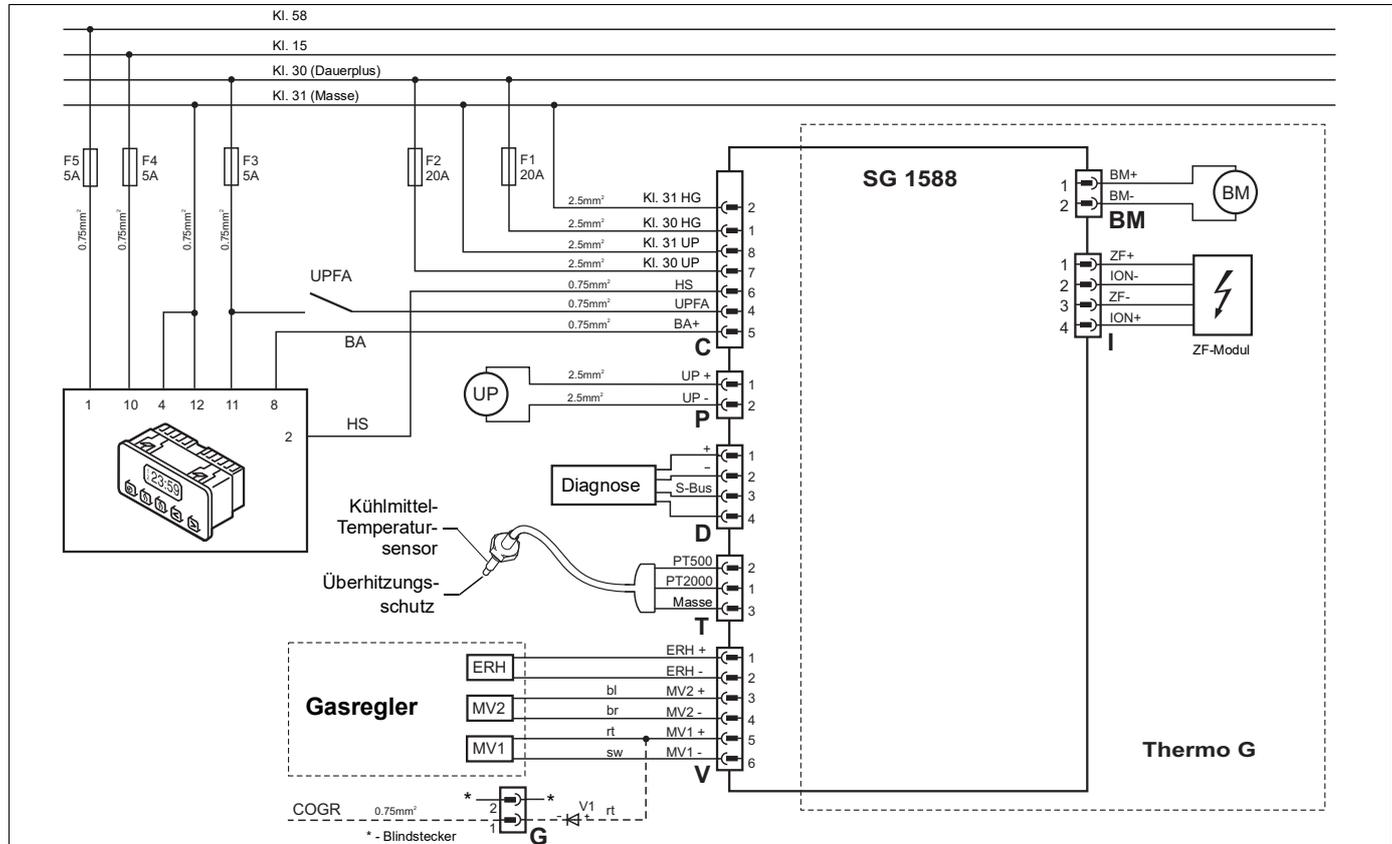

Bild 9: Systemschaltung für das Heizgerät Thermo G mit Vorwähluhr, Legende siehe Seite 20
- sind alle Systemkomponenten korrekt gemäß Sytems Schaltplan in Bild 9 oder 10 angeschlossen, sitzen alle Stecker fest, sind alle Sicherungen vorhanden und in Ordnung